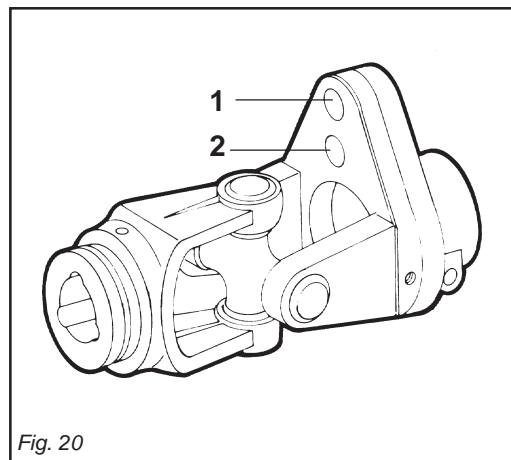

Fig. 20
Se tale bullone è inserito nel foro (2 Fig. 20) e si trancia ripetutamente, è consigliabile montarlo nel foro (1 Fig. 20).
*If the bolt, inserted in hole (2 Fig. 20), shears repeatedly, then we recommend inserting it in the hole (1 Fig. 20).*
Le limiteur engagé dans le joint de cardan, est équipé d'un boulon de sécurité pour un effort moyen. Si en présence d'obstacles particulièrement résistants ce boulon se casse, le remplacer par un boulon neuf aux mêmes dimensions et matériau. Si ce boulon est introduit dans le trou (2 Fig. 20) et se casse maintes fois, on conseille de le monter dans le trou (1 Fig. 20).
Wenn diese Mutterschraube in Öffnung (2 Fig. 20) eingefügt ist und sich wiederholt durchtrennt, raten wir sie in Öffnung (1 Fig. 20) zu montieren.
Si el perno está introducido en el agujero (2 Fig. 20) y se tronchara muchas veces, se aconseja montarlo en el agujero (1 Fig. 20).